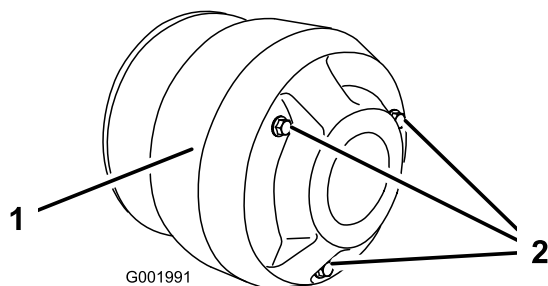

図 56
4. クラッチ・カバーのボルト（3本）を外してカバーを取る(図 56)。